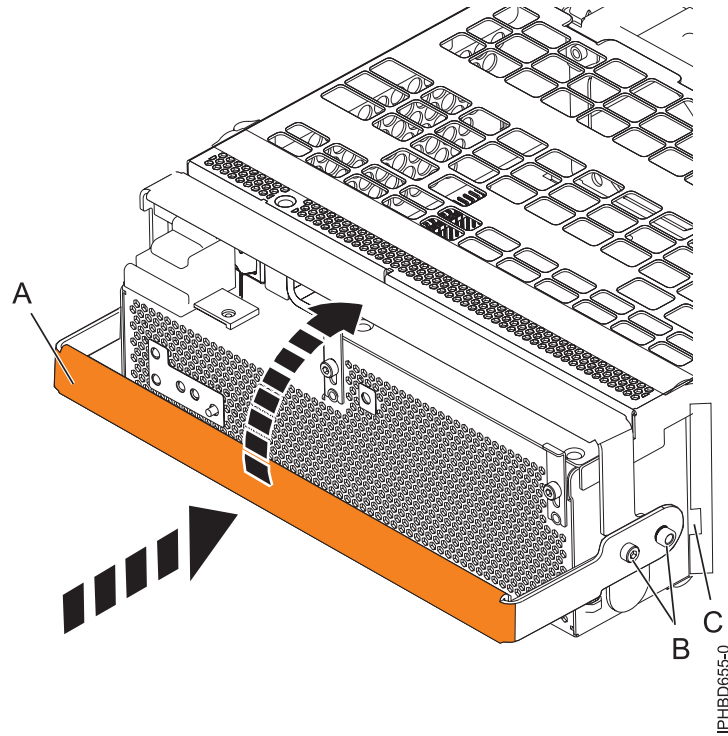

Figure 62. Remplacement d'un bloc d'alimentation
10. Pour remplacer l'alimentation électrique, avec la poignée de verrouillage (A) en position ouverte, insérez l'alimentation électrique dans l'unité d'extension comme indiqué à la figure 62, à la page 81.
11. Fermez le levier de verrouillage (A) jusqu'à ce que le bloc d'alimentation soit maintenu en place.